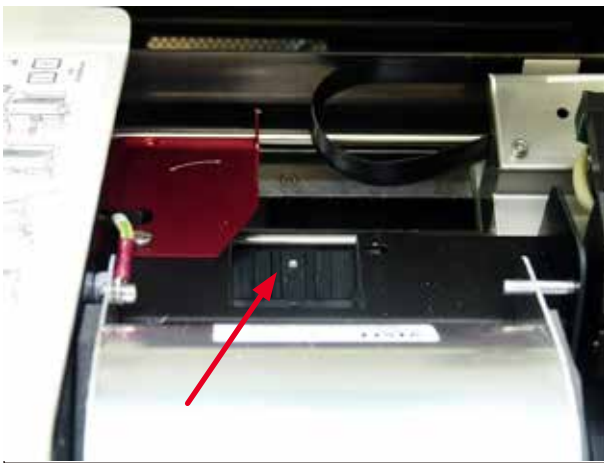

図 52
- 乾燥ステーションシュート(→ "図 52")
シュートを清潔に保ってください(→ "図 52")。